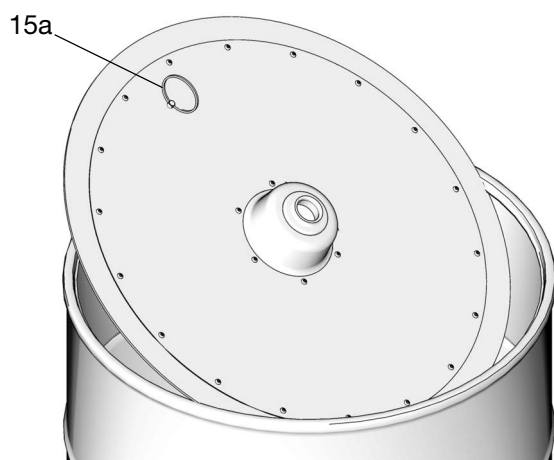

Рис. 25
4. Если это уже имеющаяся установка, вытолкните из бочки кольцо прижимной пластины (15а), чтобы снять саму прижимную пластину (15), затем положите прижимную пластину на чистую бумагу, картон или чистые куски ткани. Не кладите их на пол помещения (Рис. 25).